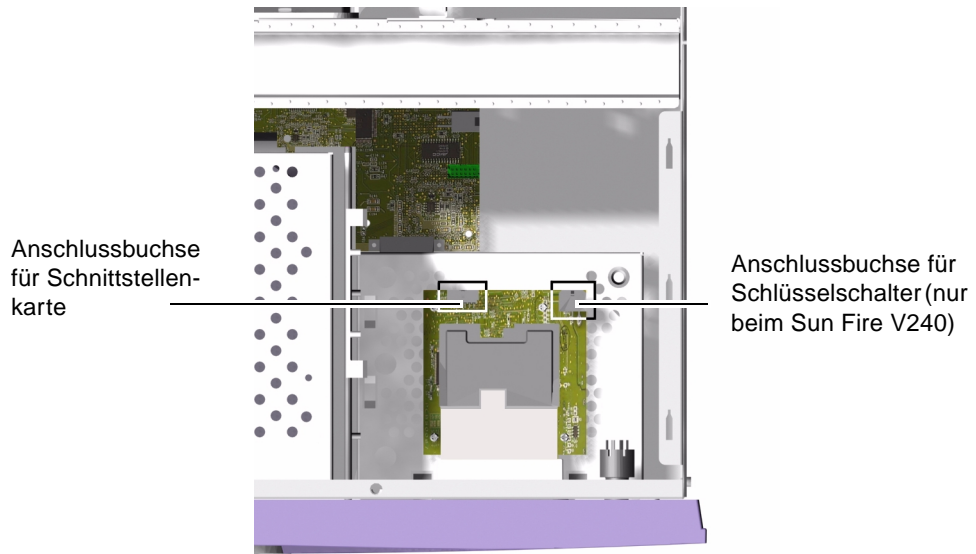

ABBILDUNG 1-10 Lage der Buchsen auf dem Lesegerät für die Systemkonfigurationskarte
5. Ziehen Sie das Kabel ab, das die untere Schnittstellenkarte mit dem Lesegerät für die Systemkonfigurationskarte verbindet. Informationen dazu finden Sie in **ABBILDUNG 1-10**.
6. Nur beim Sun Fire V240: Ziehen Sie den Kabelbaum der Schlüsselschalter-Baugruppe ab. Informationen dazu finden Sie in **ABBILDUNG 1-10**.